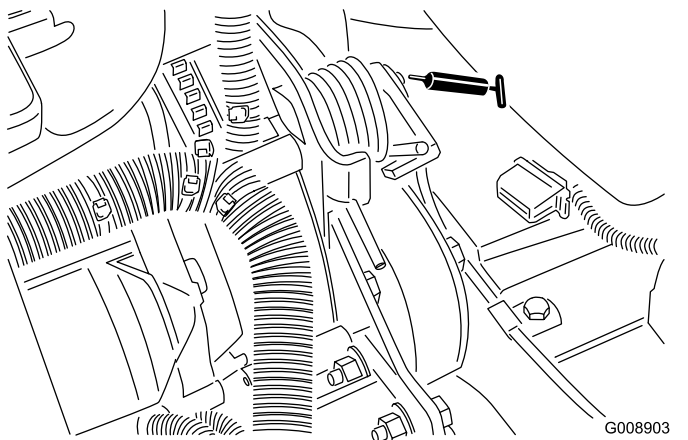

Рисунок 54
- Ось поворота механизма натяжения ремня (Рисунок 54)